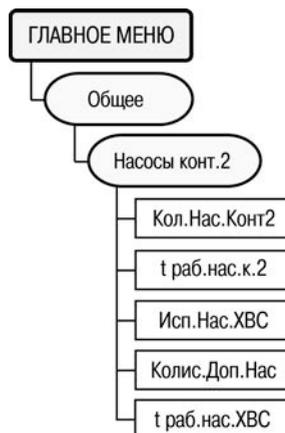

Рисунок 6.19
6.13.12 Параметры, определяющие работу насосов контура 2, задаются через пункт меню **//Общее/Насосы конт.2** (рисунок 6.19).